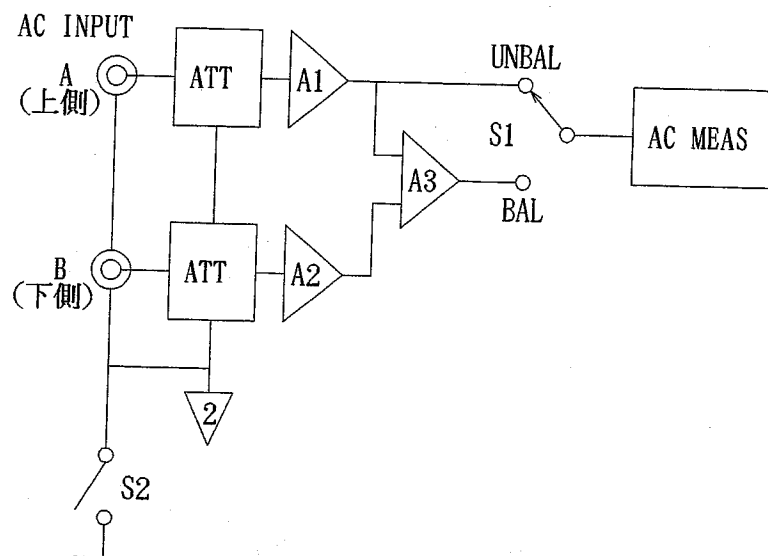

図10-1 入力部の選択
F3=UNBALを選択すると図10-1のS1がUNBAL側に接続され、AC IN端子⑫のA端子のみによる不平衡入力となります。F4=BALにするとS1はBAL側に接続され、AC IN端子⑫のA端子とB端子による平衡入力となります。選択されているAC IN端子⑫わきのLEDが点灯することによりUNBAL、BALの区別がつきます。各ITEMごとに独立して設定できません。
背面のAC INPUTスイッチ⑰を ∇ にすると図10-1のS2が開放し、AC IN端子⑱のコモンは、本器のシャーシ・アースからフローティングされます。
AC INPUTスイッチ⑰を \uparrow にすると図10-1のS2が短絡し、AC IN端子⑱のコモンは、本器のシャーシ・アースに接続されます。